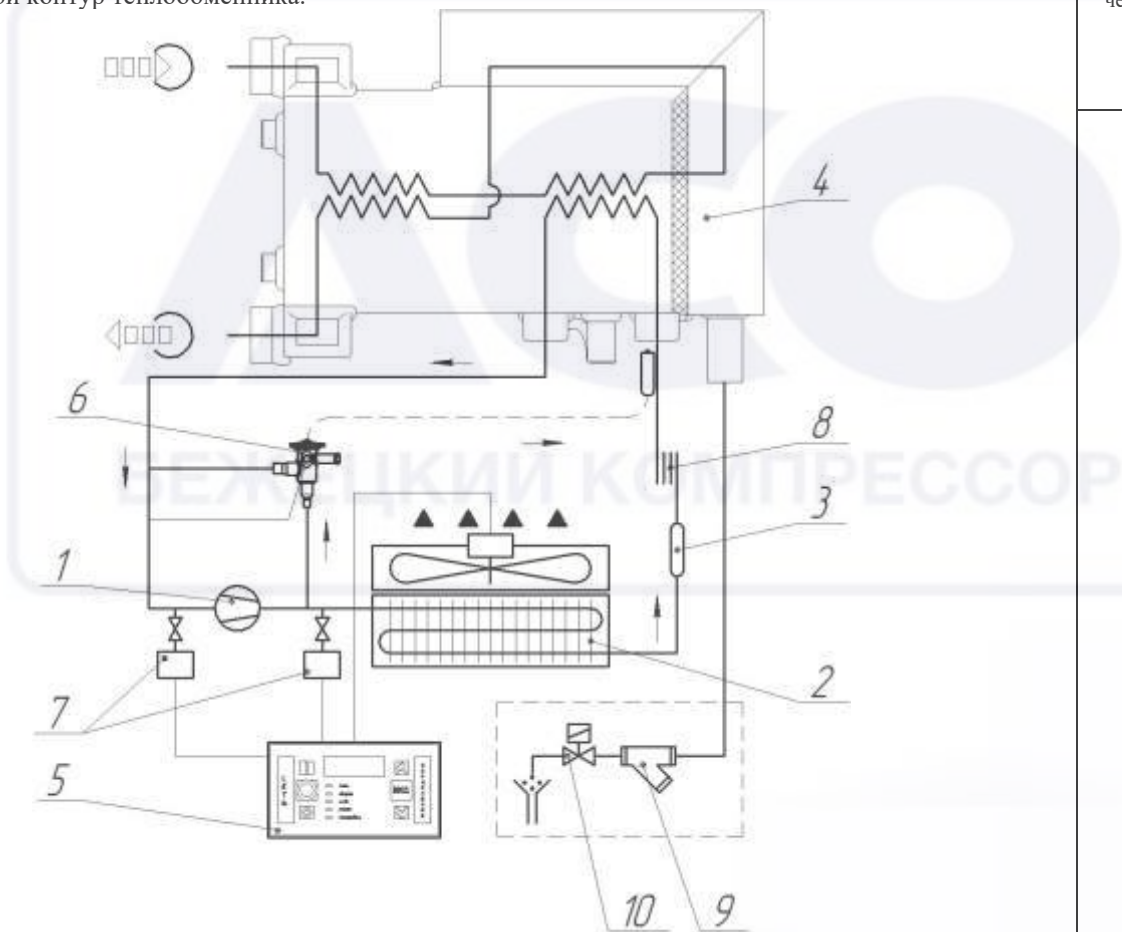

Рисунок 3 – Холодильный контур
4.1 Осушитель рис. 3 представляет собой конструкцию алюминиевого теплообменника, размещенного в блоке осушения 4. В первом контуре теплообменника из сжатого воздуха удаляется вода путем его охлаждения до температуры приблизительно  $+3^{\circ}\text{C}$  и удаления образующегося при этом конденсата. С целью предотвращения образования конденсата на наружной поверхности трубопроводов системы циркуляции, обрабатываемый сжатый воздух перед выходом его из осушителя подвергается предварительному подогреву. Для этого он прогоняется через второй контур теплообменника.
4.1.1 Компрессор 1 (рис. 3) является активным элементом осушителя и обеспечивает циркуляцию хладагента по холодильному контуру за счет сжатия паров хладагента от давления кипения до давления конденсации.
4.1.3 Устройство слива конденсата предназначено для удаления конденсата образующегося при охлаждении сжатого воздуха в блоке осушки. Устройство состоит из электромагнитного клапана 10 (рис.3) и сантехнического фильтра 9 (рис 3). Сигнал на управление электромагнитным клапаном подается блоком автоматического управления 5.
4.1.4 Регулятор производительности 6 (рис. 3) перепускает часть горячего газа (из количества нагнетаемого газа компрессором) в трубку полости между испарителем и всасыванием компрессора, поддерживая постоянное значение температуры/давления кипения фреона около  $+2\text{ }^{\circ}\text{C}$ . Такое перепускание газа полностью исключает образование льда внутри испарителя в полости сжатого воздуха при любых нагрузках.
4.1.7 Фильтр-осушитель 3 (рис. 3) размещается перед капиллярной трубкой, задерживает все технические загрязнения и пары влаги, исключая их циркуляцию и вступление в химические реакции